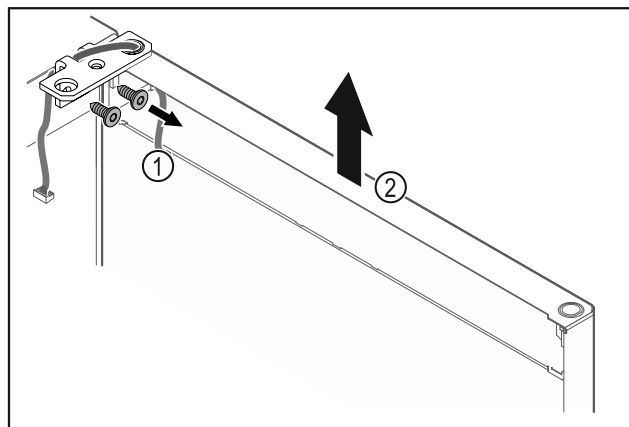

Fig. 23
- ▶ Svitare la cerniera angolare Fig. 23 (1).
- ▶ Sollevare la porta con la cerniera angolare Fig. 23 (2) di ca. 200 mm verso l'alto in senso orizzontale e rimuoverla.